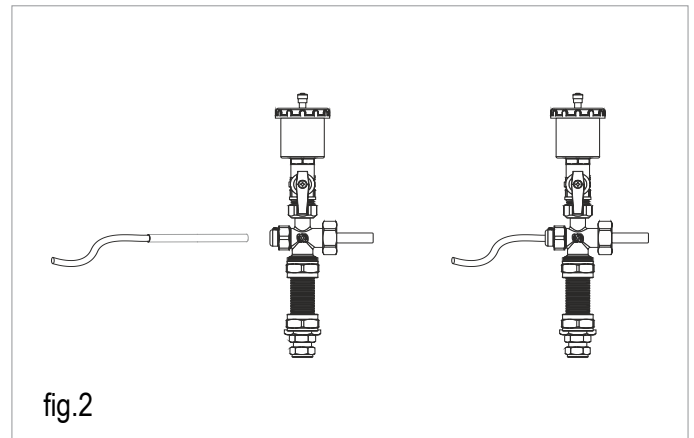

fig.2
Una vez realizadas las conexiones hidráulicas de los captadores solares, se deberá de introducir el bulbo de la sonda del captador (SS) en el colector portabulbos previsto en el mismo (fig.2) y, posteriormente, se deberá conectar eléctricamente en la conexión de las sondas de los captadores (SS) de los equipos Secufell.